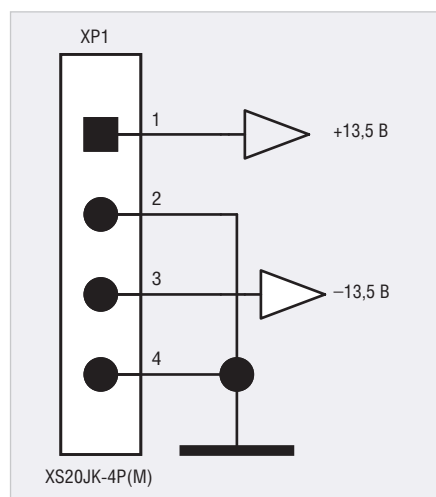

Рис. 7. Схема подключения выходных напряжений к разъёму ИП
Выходное напряжение стабилизатора (+13,5 В), измеренное непосредственно на стоке T2 с точностью 1 мВ, при изменении тока нагрузки в пределах от 0 до 9 А не изменяется. Однако если к выходному разъёму ИП подключить нагрузку медным проводом длиной, предположим, 1 м, то при токе 10 А на самом проводе неизбежно возникнет падение напряжения. В связи с этим для соединения ИП с нагрузкой рекомендуется использовать провод как можно меньшей длины и большего сечения. В данном случае использован трёхжильный провод ПУГНП сечением 4 мм² длиной не более 0,5 м. Падение напряжения на таком проводе при токе 10 А составляет около 34 мВ, или 0,0034 В на каждый ампер тока. Этот провод как нельзя лучше подходит к ответному разъёму XS20JK-4P, подключаемому к выходному разъёму ИП XS20JK-4P(M) с максимальным током 25 А на контакт (см. рис. 7).